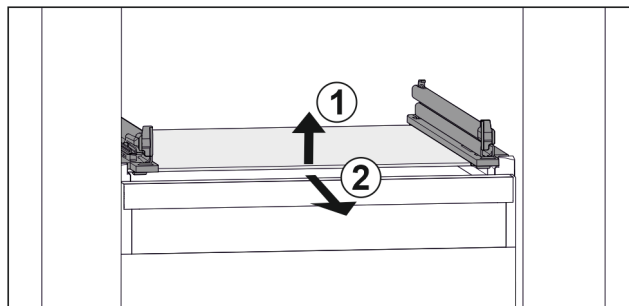

Fig. 110 Eksempel på fremstilling av glassplaten
- Løft opp glassplaten foran. Fig. 110 (1)
- Ta ut glassplaten fremover. Fig. 110 (2)